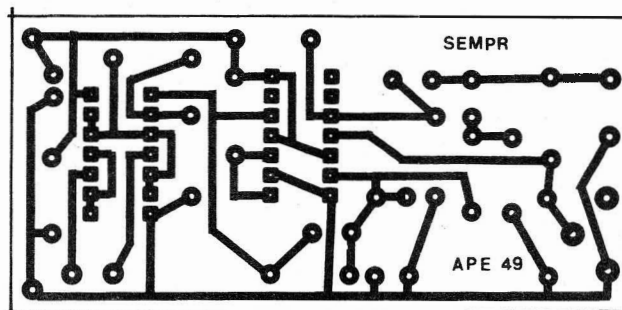

Fig.2
- FIG. 2 - LAY OUT DO CIRCUITO IMPRESSO ESPECÍFICO - O padrão cobreado de ilhas e pistas, necessário à interligação dos componentes do SEMPR sobre sua placa de fenolite, encontra-se na figura em tamanho natural (escala 1:1), podendo então ser copiado diretamente para a confecção... Os "veteranos" já estão "carecas" de saber, mas os eventuais "começantes" precisam ser avisados: as partes negras, no desenho, correspondem às áreas que **restarão** cobreadas após a corrosão, enquanto que as áreas brancas referem-se às partes que ficarão livres do cobre... Isso quer dizer que, após obter uma placa de fenolite virgem, nas dimensões indicadas, o padrão da fig. 2 deve ser cuidadosamente "carbonado" sobre a sua face cobreada, seguindo-se o processo de